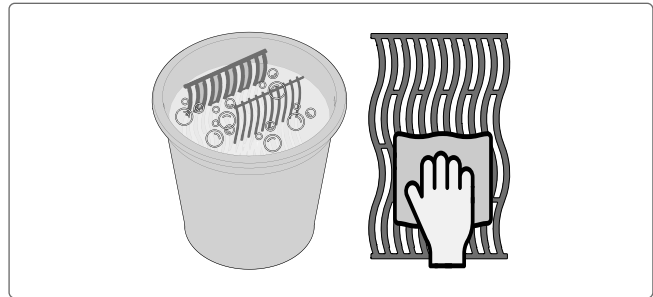

Fig. 17
2. Spoel af met heet water en droog grondig met een zachte doek om roest te voorkomen (**Fig. 17**).